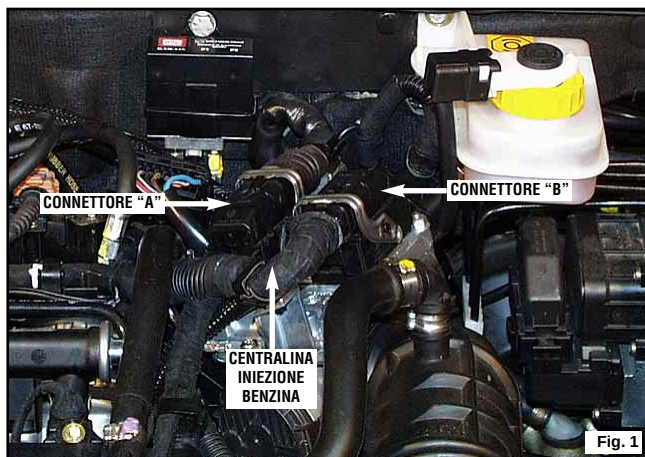

Fig. 1
- Versione centralina iniezione benzina: vedi figure 1, 2 e 3 pagina 2
La centralina iniezione benzina (vedi figure 1 e 2) è situata sul corpo farfallato ed è composta da due connettori, che contano 64 Pin ciascuno, e che sugli schemi originali Alfa Romeo sono identificati con le lettere "A" e "B".